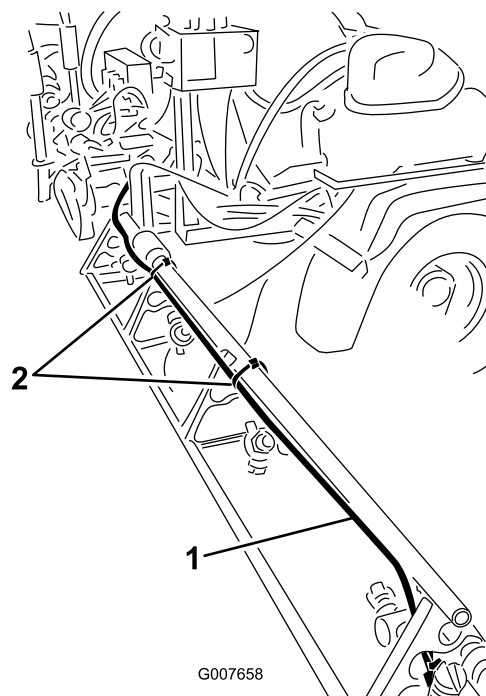

Figure 25
1. Retirez les attache-câbles qui fixent les tubes de liquide et d'air du kit traceur à mousse à la section de rampe extérieure (Figure 25).